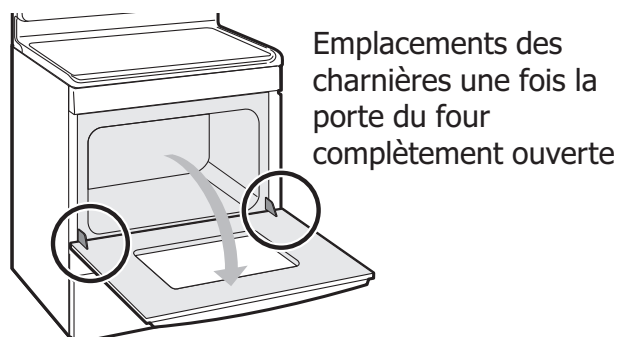

Figure 85: Emplacement des charnières de porte
3. Ouvrez complètement la porte du four. (Figure 85).